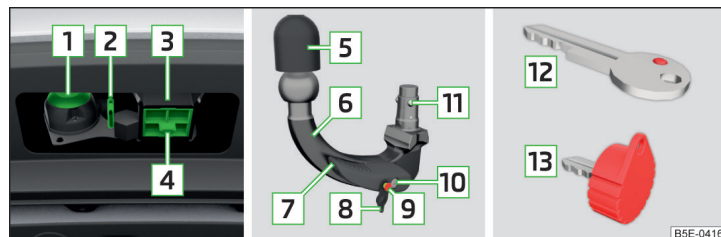

Fig. 160 Soporte del dispositivo de enganche para remolque / barra de cabeza esférica / llave (variante 1 y 2)
Soporte del dispositivo de remolque y barra de cabeza esférica » fig. 160
- Extraiga la caperuza protectora de la cavidad de alojamiento [4] » fig. 160 de la página 175 hacia abajo.